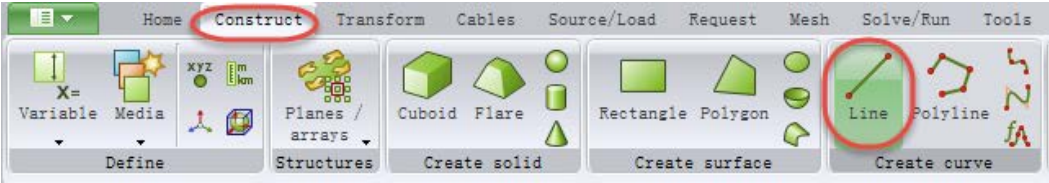

图 3-60 创建 Line 模型
① 在“Construct”菜单中单击“Line”按钮，如图 3-60 所示。